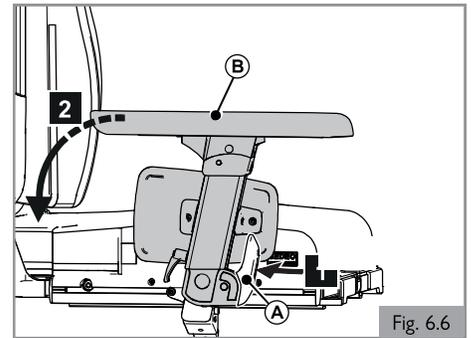
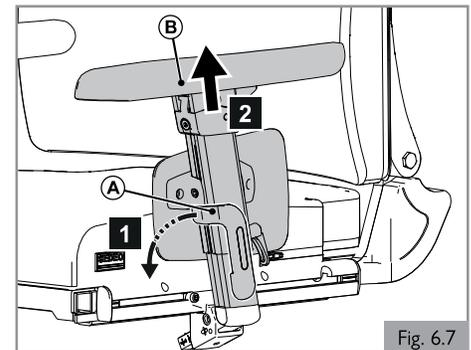
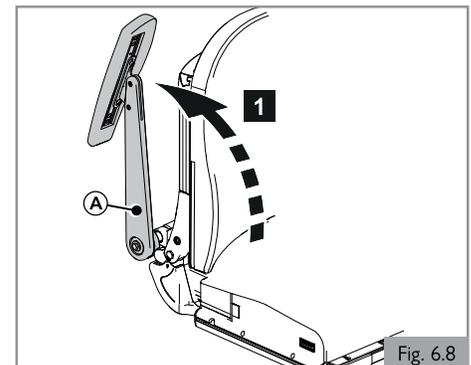

Fig. 6.6
Fig. 6.7
Fig. 6.8
**Accoudoir escamotable (Fig. 6.6)**
1. Appuyez sur (A).
2. Rabattez (B) vers l'arrière.
**Accoudoir amovible Sedeo Pro (Fig. 6.7)**
1. Abaissez (A).
2. Retirez (B).
**Accoudoir relevable (Fig. 6.8)**
1. Rabattez (A) vers l'arrière